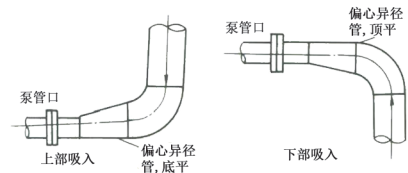

图 7
- 进水管安装偏心变径管时，安装时要符合右图要求（见图 7）。
- 电源的连接方式由电机额定功率 P_2 ，电压和启动方式而定。搭桥连接参照下表和图 7。